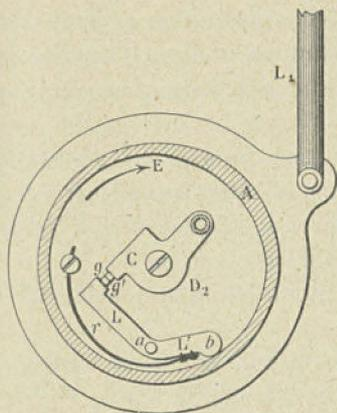

Fig. 51. — Interrupteur à came isolante.
**Interrupteur à came isolante.** — Voici d'ailleurs comment se produit la rupture du courant primaire: le système interrupteur est placé sur un disque  $D_2$  fixé à l'arrière de l'armature de l'anneau induit qui l'entraîne (fig. 51).